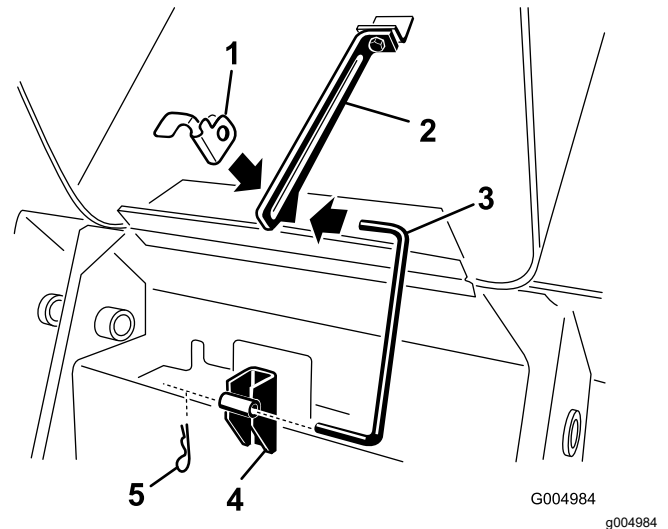

Bild 41
- Ziehen Sie den Splint vom unteren Ende der Motorhauben-Stützstange und schieben Sie die Stützstange aus den Befestigungshalterungen und der Stützstangennase (Bild 41).
8. Setzen Sie die Stützstange in die Befestigungshalterungen und die Stützstangennase und befestigen sie diese mit dem Splint (Bild 41).